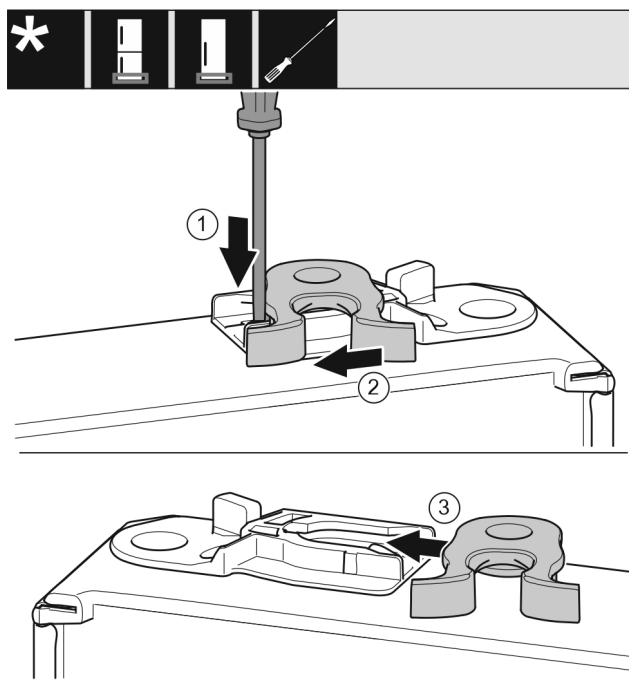

Fig. 20
- Spingere verso il basso la linguetta Fig. 20 (1) con il cacciavite a intaglio.
- Estrarre il gancio di chiusura Fig. 20 (2) dalla guida.
- Spostare il gancio di chiusura Fig. 20 (3) sull'altro lato nella guida.